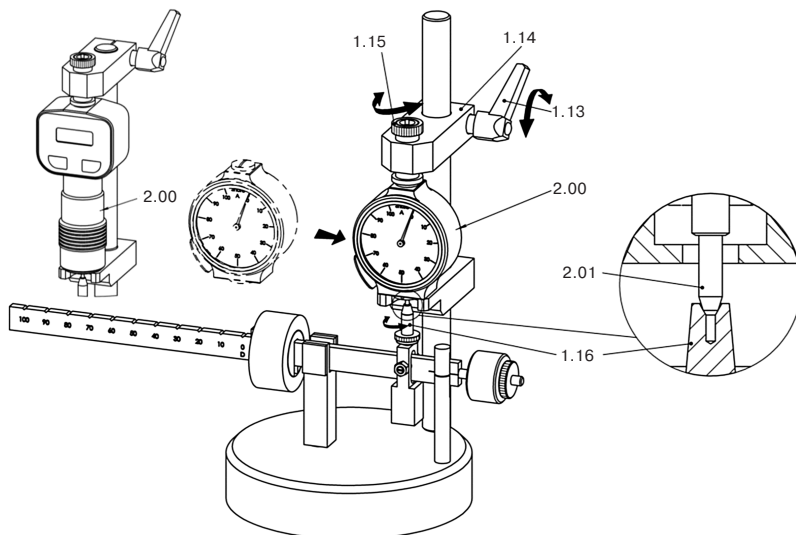

Рис.3. Вставка твердомера (НР- И НРЕ II Shore A).
- Ослабьте зажимной рычаг (1.13, Рис.3) и перемещайте консоль (1.14, Рис.3) вверх до тех пор, пока твердомер (2.00, Рис.3) не будет вставлен.
- Вставьте твердомер (2.00, Рис.3).
- Затяните зажимной рычаг (1.13, Рис.3).
- Зафиксируйте твердомер (2.00, Рис.3) гайкой с накаткой (1.15, Рис.3).
- Отрегулируйте стойку (1.16, Рис.3) к индентеру так (2.01, Рис.3), чтобы он (2.01, Рис.3) вошел в отверстие стойки (1.16, Рис.3).